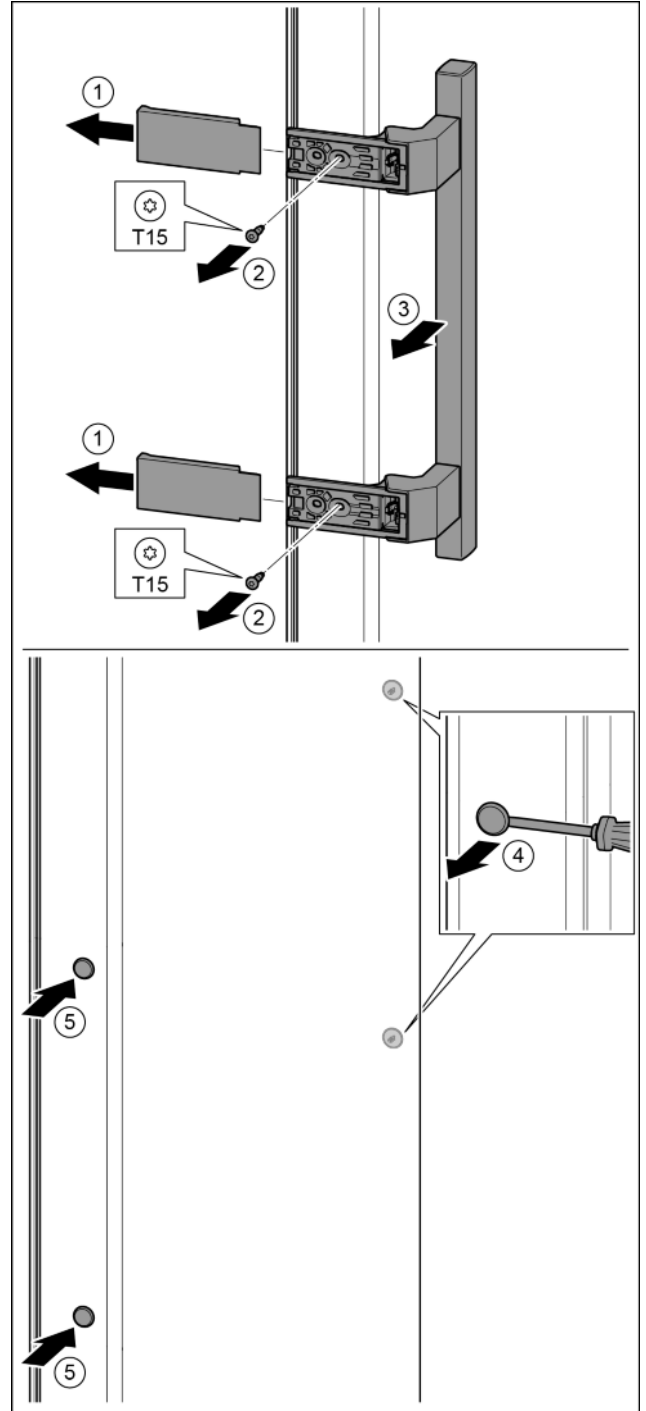

Fig. 16
- Retirer le cache. Fig. 16 (1)
- Desserrer les vis avec un tournevis T15. Fig. 16 (2)
- Déposer la poignée. Fig. 16 (3)
- Soulever délicatement le bouchon latéral avec un tournevis plat et le sortir. Fig. 16 (4)
- Remettre en place le bouchon de l'autre côté. Fig. 16 (5)